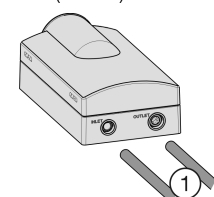

Fig. 60
- ▶ Sur le tuyau fin, mesurer la profondeur d'insertion (E) de 21/32 " (17 mm) et faire une marque.
- ▶ Sur le tuyau épais, mesurer la profondeur d'insertion (E) de 25/32 " (20 mm) et faire une marque.
- ▶ Introduire les tuyaux Fig. 60 (1) jusqu'à la butée (correspond au repère) au-delà de la résistance dans le module de filtrage de l'eau.